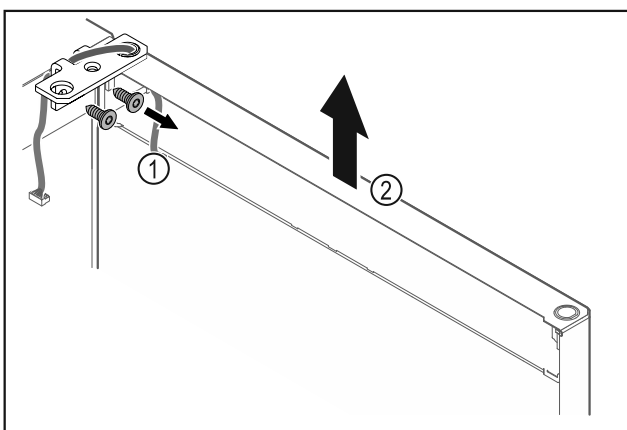

Fig. 25
- ▶ Scharnierhoek Fig. 25 (1) losschroeven.
- ▶ Deur inclusief scharnierhoek Fig. 25 (2) circa 200 mm recht omhoogtillen en verwijderen.